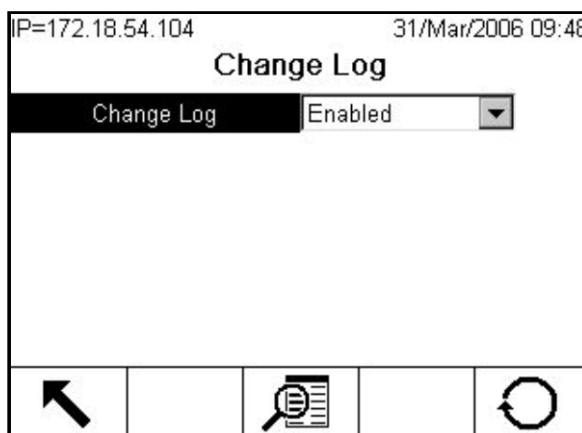

Figure C-29: Écran de configuration Change Log
Le journal de modification du fichier du terminal IND780 suit toutes les modifications intentionnelles apportées aux paramètres de configuration système. Le journal de modification peut être activé/désactivé via Setup en allant à **Maintenance > Configurer > Changer Journal**. La Figure C-29 illustre l'écran de configuration Changer Journal.
1. Appuyez sur la touche programmable CONFIGURER  et sélectionnez ensuite le nœud **Maintenance > Configurer > Changer Journal** (voir la Figure C-29).